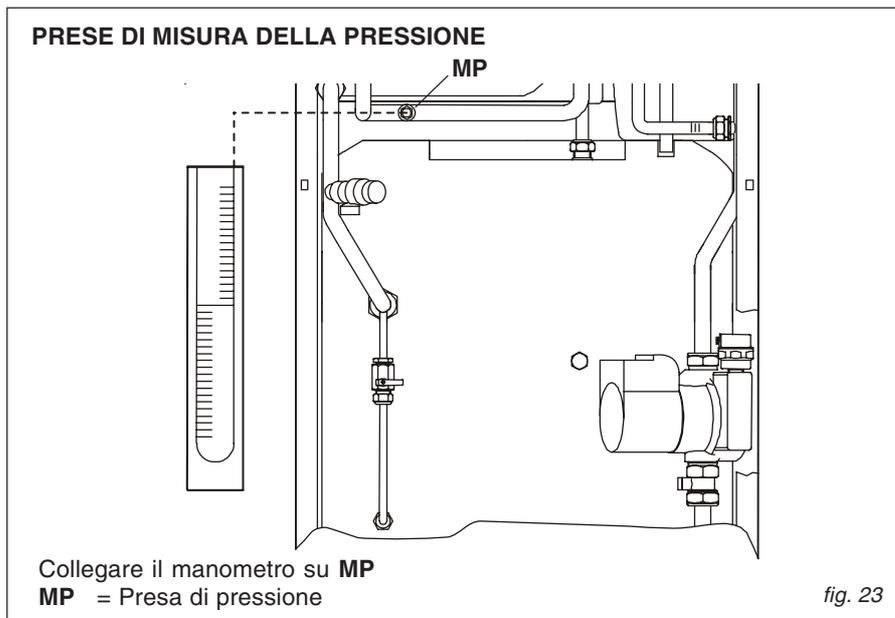

fig. 23
- Rimuovere il coperchio (A) che protegge il regolatore di pressione posto alla sommità della bobina modulante.
- Collegare un manometro differenziale facendo riferimento alle istruzioni fornite in fig. 23.